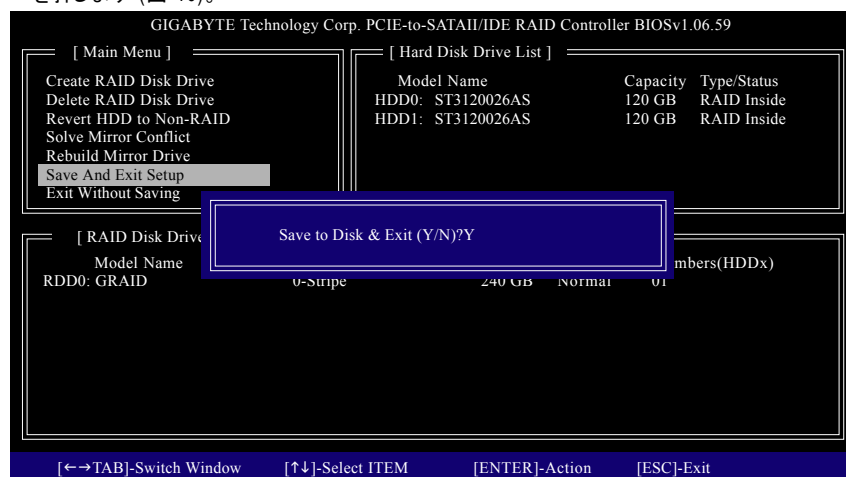

図 10
7. **セットアップを保存して終了**: RAID アレイを設定した後、メインスクリーンで **Save And Exit Setup** アイテムを選択し設定を保存してから RAID BIOS ユーティリティを終了し、<Y>を押します (図 10)。